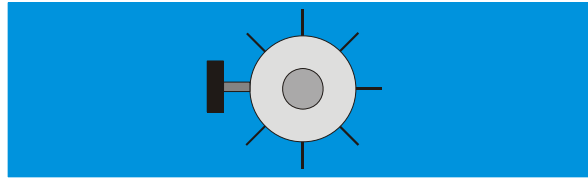

Fig. 4 Suporte do pêndulo de torção com escalamento, visto desde em cima
- Através de giros do suporte da suspensão superior, defletir o travessão de suporte em pequenos passos de ângulo, até que o travessão de suporte encoste no painel de vidro. Como ajuda serve uma escala com graduação de 45°, que foi montada sobre a armação em volta do suporte (ver Fig. 4).